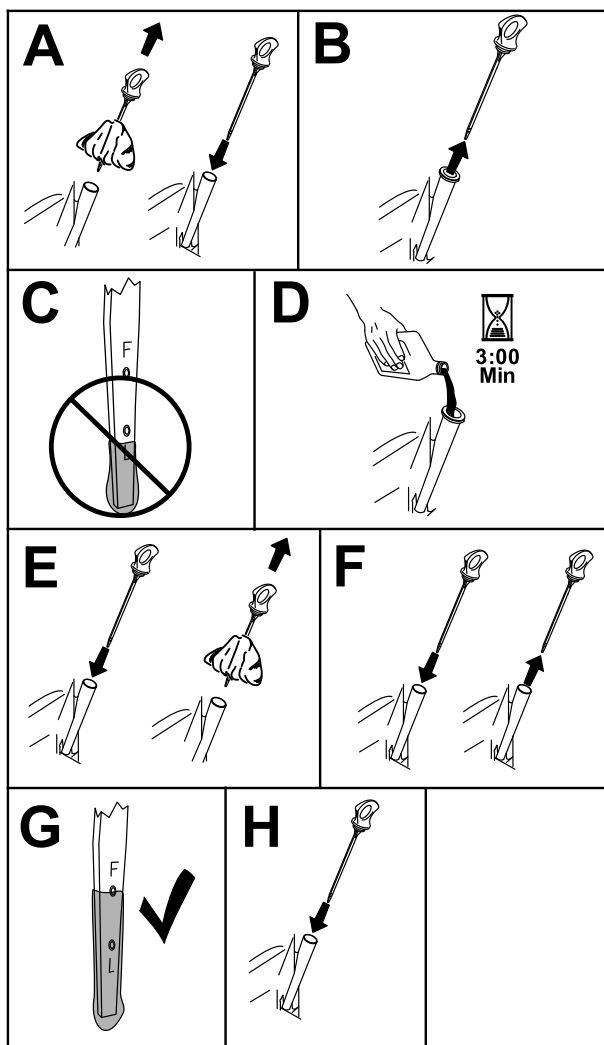

Figure 36
3. Pour éviter de faire tomber de l'herbe, de la poussière, etc., dans le moteur, nettoyez la surface autour du bouchon de remplissage-jauge d'huile, avant de l'enlever (Figure 36).